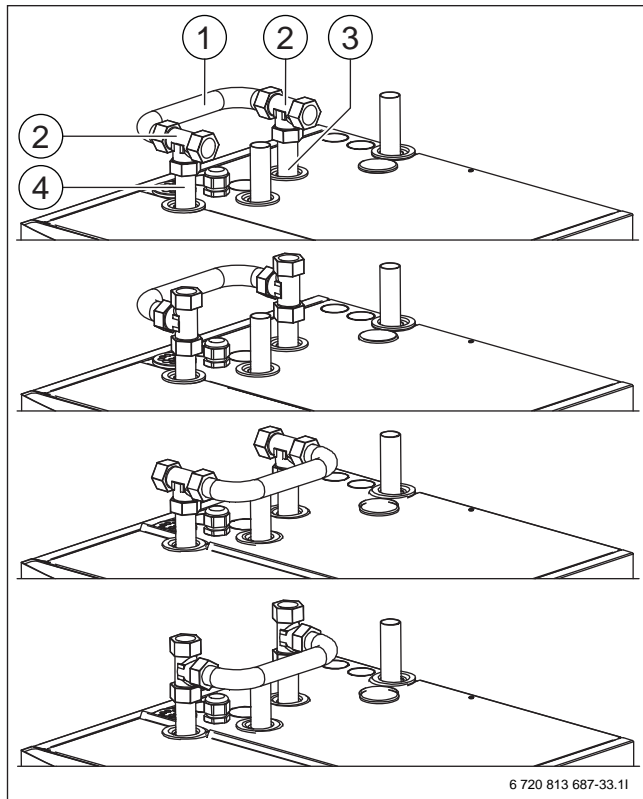

Bild 86 Bypassleitung montieren
- Die Rohrführung ist variabel (→ Bild 86).